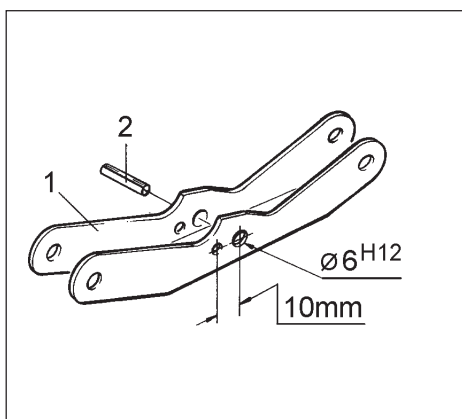

Fig. 26.61
- Repercez le levier basculeur en vous conformant à la fig. 26.61 ($\text{Ø } 6^{\text{H}12}$ mm)
- Introduisez dans le culbuteur (fig. 26.61/1) une goupille fendue neuve 6x45 DIN 1481 (fig. 26. 61/2)